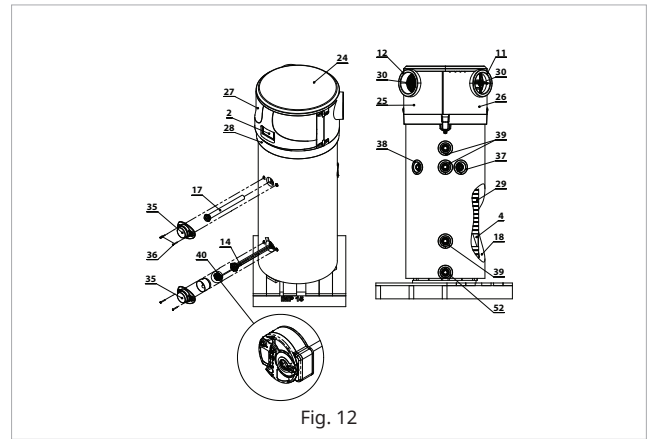

Fig. 12
- Îndepărtați capacul de plastic 35 prin desfacerea șuruburilor de blocare corespunzătoare 36 (Fig. 12);
- Resetați manual termostatul de siguranță nr. 40, prin apăsarea butonului așa cum este indicat (Fig. 12);